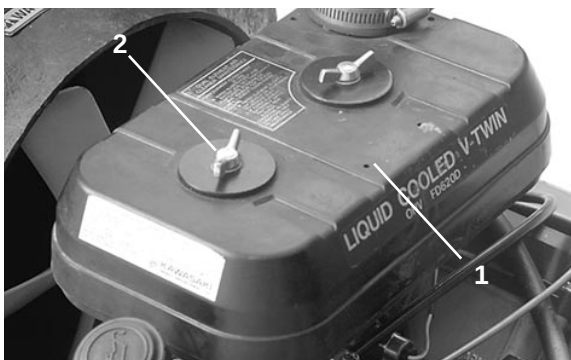

Fig. 19
1. Ta av vingmutrene som holder luftrenserens deksel og ta det av (fig. 19). Gjør dekselet grundig rent.